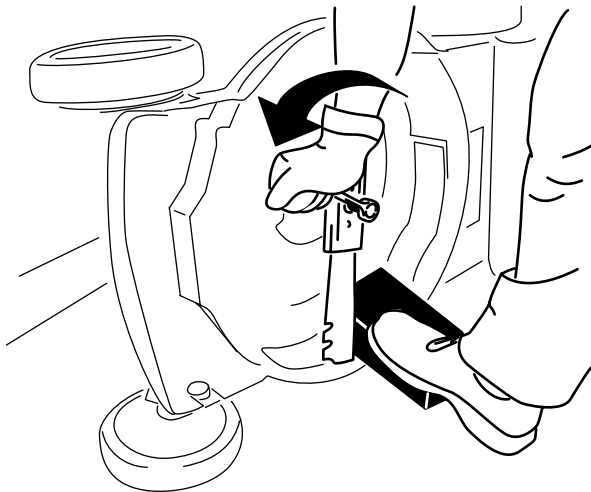

Figura 26
3. Utilize um bloco de madeira para manter a lâmina segura (Figura 26).
4. Retire a lâmina guardando todo o equipamento de montagem (Figura 26).